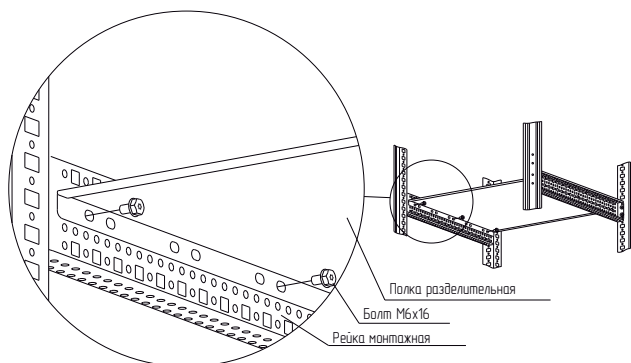

Рисунок 1
4.1.2 Закрепить полку разделительную болтами самонарезающими М6×16 между рейками монтажными (рисунок 1). Момент затяжки – 7 Н·м. Болты приобрести отдельно.